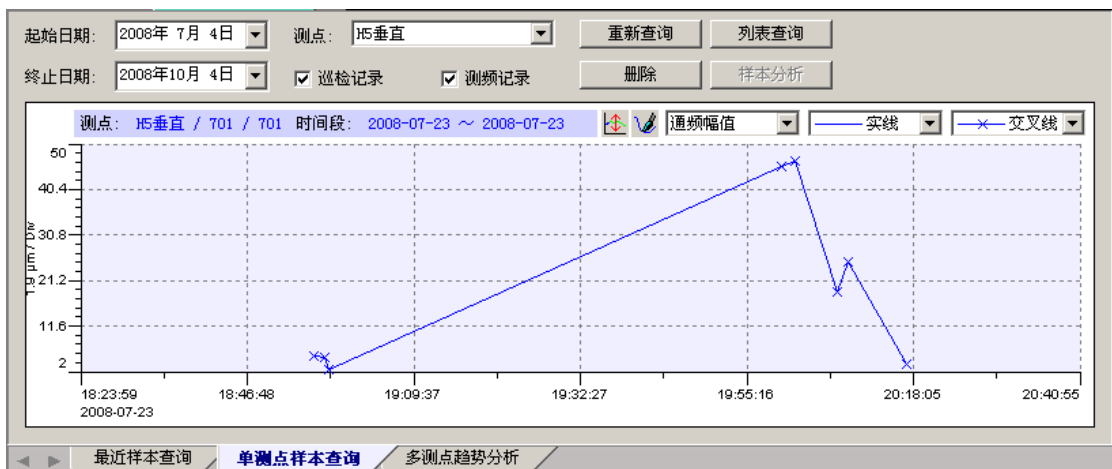

图 5.16 单测点样本趋势曲线分析
- 点击“趋势曲线”可以曲线形式分析样本数据，如图 5.16 所示；